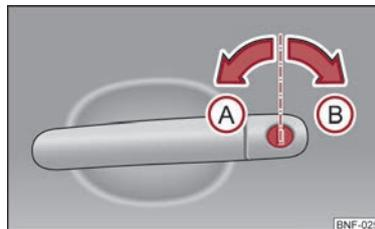

Abb. 10 Schlüssel Drehungen zum Ent- und Verriegeln
- Drehen Sie den Schlüssel im Schließzylinder der Fahrertür in die Fahrtrichtung (Entriegelungsstellung) (A) ⇒ Abb. 10.
- Drehen Sie den Schlüssel im Schließzylinder der Fahrertür entgegen der Fahrtrichtung (Verriegelungsstellung) (B) ⇒ Abb. 10.